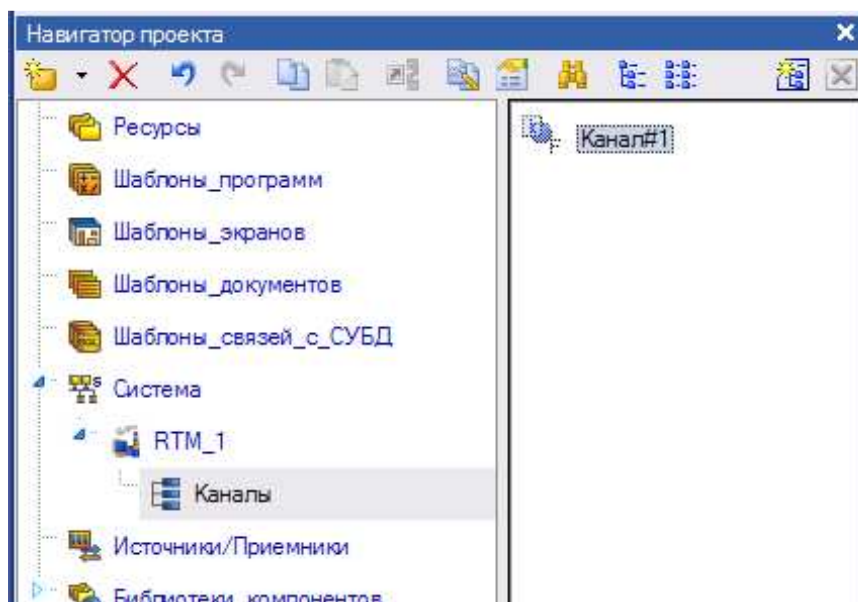
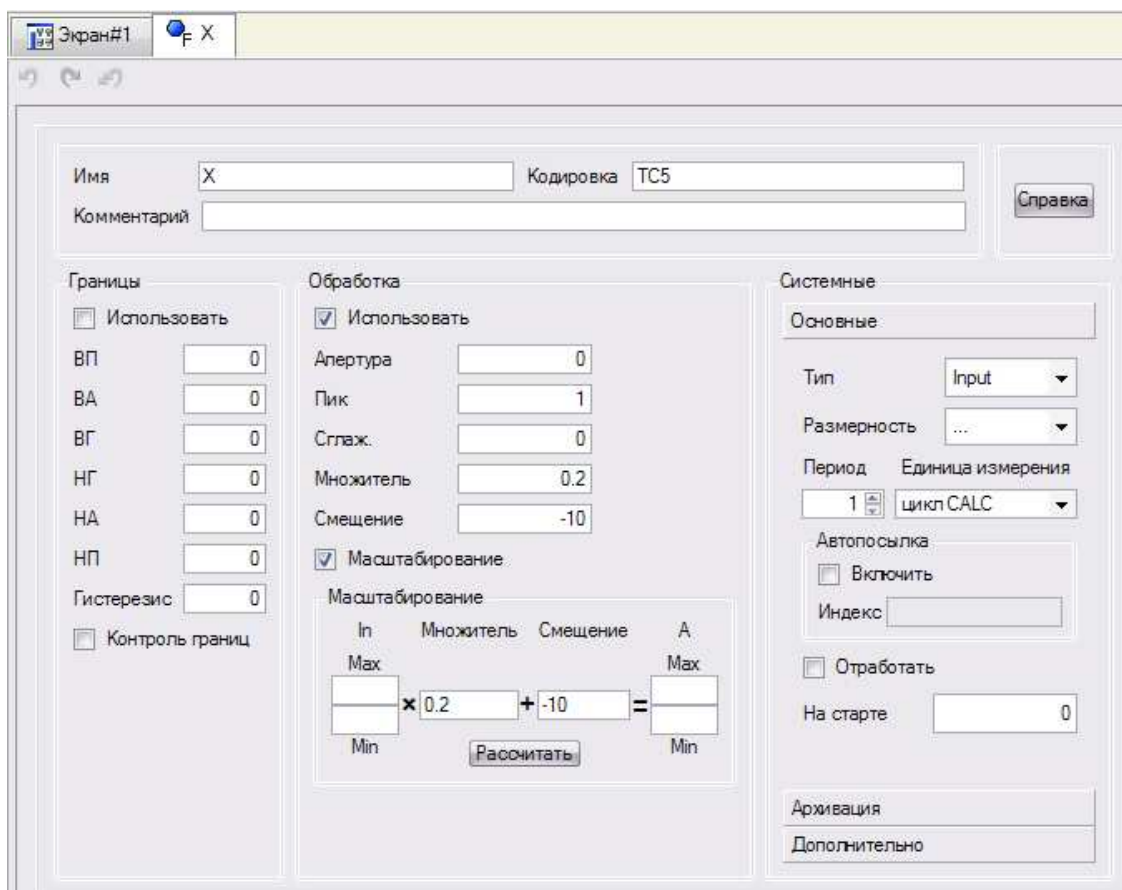

Рис. 3.11 Редактирование канала
Рис. 3.12 Редактирование канала
5. **Редактирование созданного канала.** Дважды щелкните левой клавишей мыши на имени созданного канала (канал#1 на рис. 3.11). Откроется окно для редактирования канала (рис. 3.12)